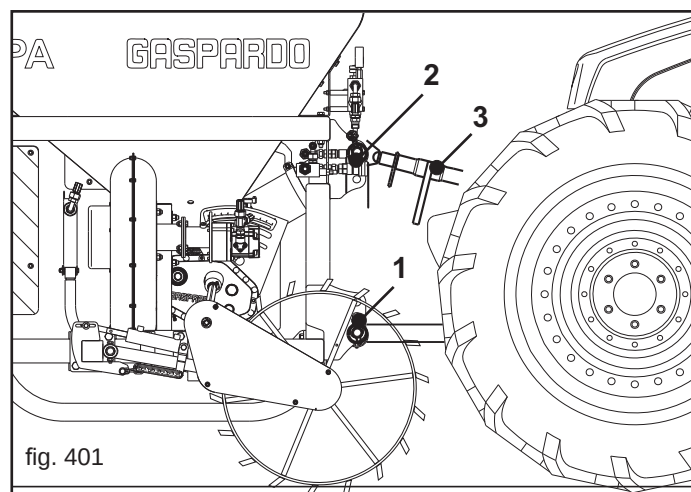
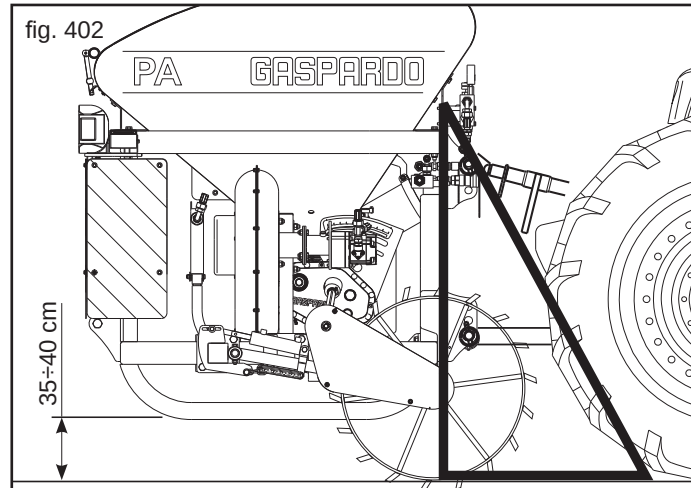

fig. 401
fig. 402
- 1) Accrocher les barres de l'élèveur aux pivots prévus à cet effet (1, Fig. 401). Bloquer par les goupilles à encliquetage.
- 2) Relier le troisième point supérieur (2, Fig. 401); bloquer la cheville par la goupille "ad hoc". Positionner le semoir perpendiculairement au sol (Fig. 402) par l'entretoise de réglage (3, Fig. 401).
- 5) Soulever l'outil avant, enlever les pieds d'appui. Afin d'assurer la rotation de la roue de transmission, régler la hauteur du sol de l'outil en position de travail (35÷40 cm Fig. 402). **Cette distance doit être maintenue constante pendant le labour.**